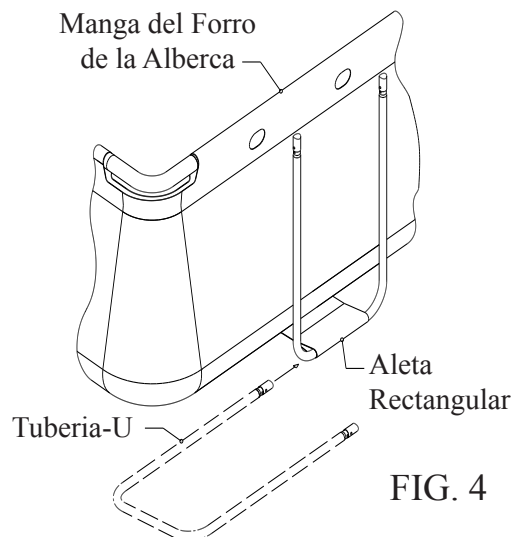

FIG. 4
4. Ahora inserte las secciones de la tubería-U a través del extremo de cada aleta rectangular en la base de la alberca Fig. 4. **Nota: La escalera debe ensamblarse antes de levantar la pared para dar a los ayudantes libre acceso dentro y fuera, las instrucciones de ensamble para la escalera están con la escalera.** Enseguida, una o dos personas más deberán sostener la barra horizontal levantando la pared de la alberca desde dentro de la alberca, mientras otra persona inserta los soportes de la tubería-U Fig. 5. Inserte los extremos con tapa de la tubería-U dentro de los orificios en el ensamble de la barra horizontal presionando el juego de botones inferior Fig. 5 presionando el extremo de la tapa completamente dentro de la barra horizontal hasta que se detenga. Asegúrese de que todas las tuberías-U estén completamente insertadas y revise que todas las secciones conectadas estén fijamente aseguradas. Repita este paso para el **LADO OPUESTO**, después instale los soportes del marco-U a los dos **EXTREMOS** de la alberca.